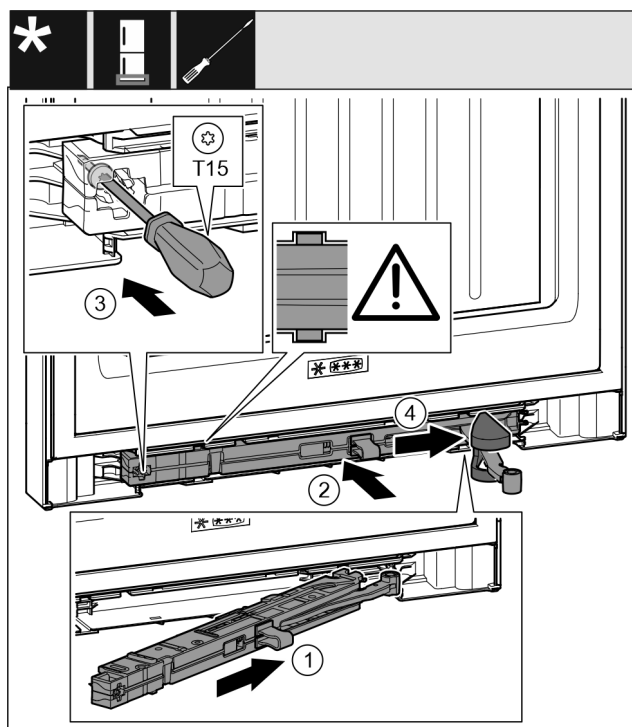

Fig. 68
- Iebīdiet slīpi durvju amortizatora mezglu Fig. 68 (1) gultņa balsta pusē līdz galam padziļinājumā.
- Iebīdiet durvju amortizatora mezglu Fig. 68 (2) pilnīgi padziļinājumā.
- Pieskrūvējiet skrūvi Fig. 68 (3) ar skrūvgriezi.
- Uzbīdiet pārsegu Fig. 68 (4) pāri šarnīram.